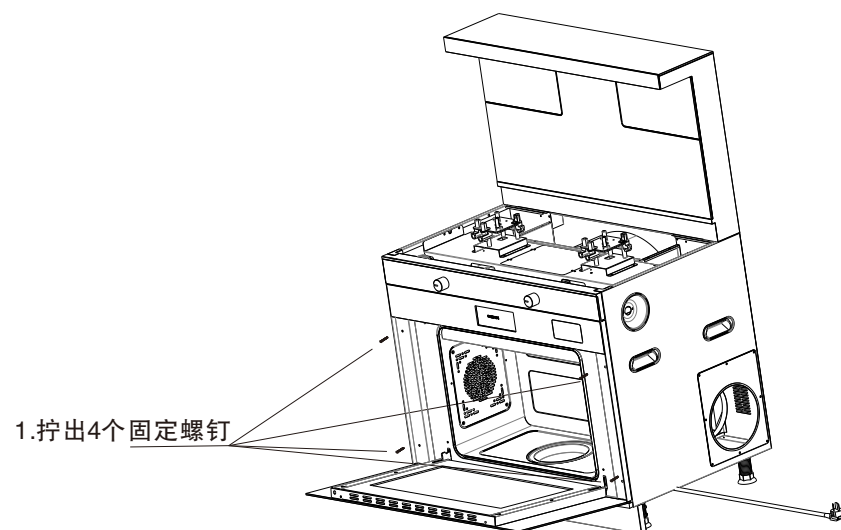

图3
3)将取下挡烟玻璃后的集烟罩拿到风箱进烟口上方,先将连接接头A和连接接头B对插相连，并把连接好的接头放入集烟罩内；然后把集烟罩放置在集成灶风箱后上方并保持集烟罩两边与左右侧板平齐(如图3)。